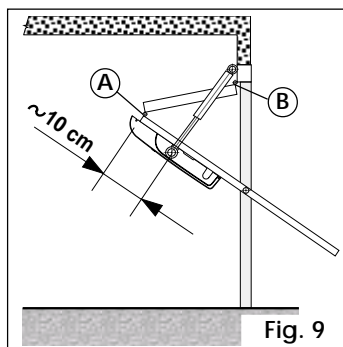

Fig. 9
• **basculante a telo snodato (Fig. 9)**